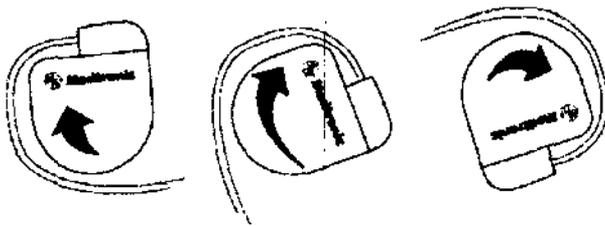

Figura 5. Giro del dispositivo para enrollar los cables
2. Para evitar el retorcimiento del cuerpo del cable, gire el dispositivo para enrollar sin tensión la parte sobrante del cable. No haga acodaduras en el cuerpo del cable. Ver Figura 5.